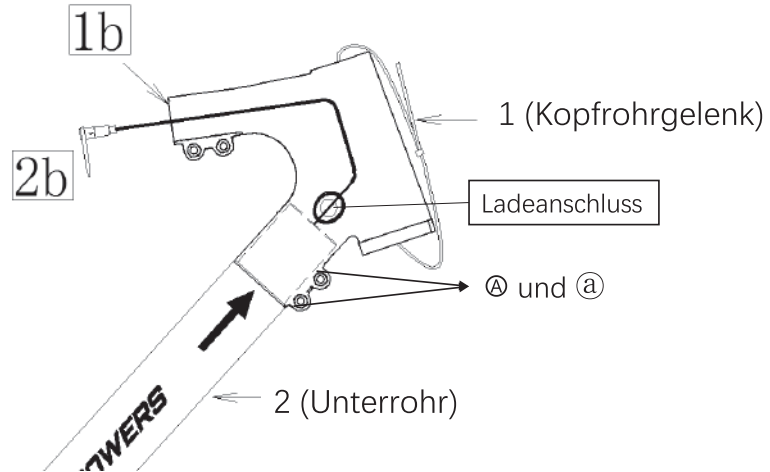

Abb. 4. Einsetzen von Teil 2 in Teil 1
- d. Setzen Sie Teil 2 in Teil 1 ein, aber ziehen Sie die Schrauben Ⓐ und ⓐ, die bereits an Teil 1 angebracht wurden, noch nicht fest, wie in Abb. 4 gezeigt.